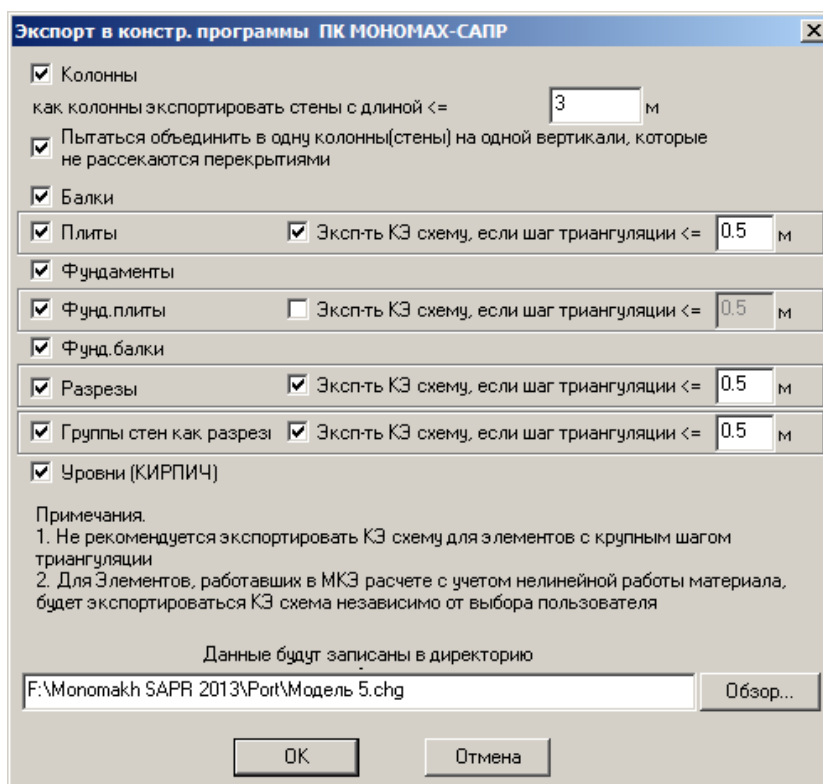

Рис.13.13.1 Окно диалога
- В открывшемся окне диалога **Экспорт в конструирующие программы ПК МОНОМАХ-САПР** (рис. 13.13.1) все параметры оставьте по умолчанию;